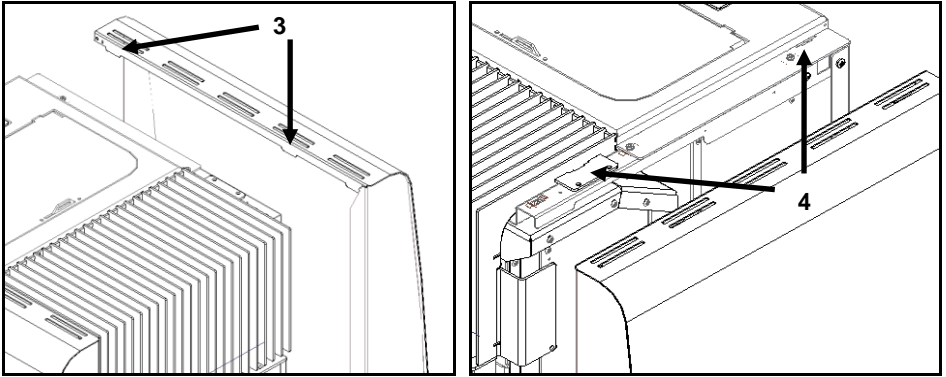

Figura 104 – Fijación de las envolventes
d) A continuación, primero enganchar los agujeros inferiores **1** de las cubiertas laterales, en las guías **2** que están en el fondo de la máquina, después en dirección descendente, encaje los apoyos **3** en las ranuras **4**, tal como se muestra en la Figura 104.